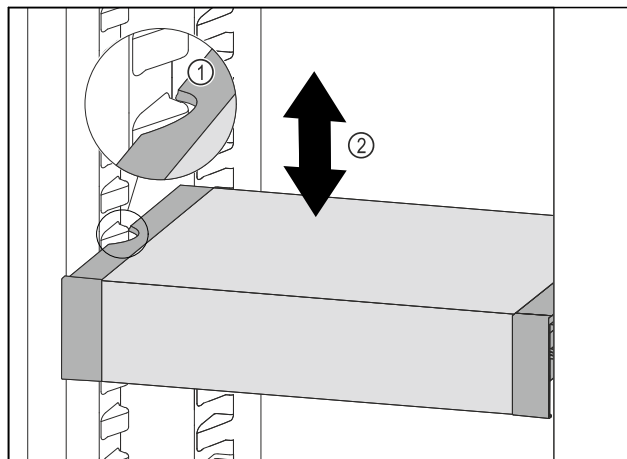

Fig. 96
- ▶ Trageți în față VarioSafe, până când degajările laterale ale VarioSafe se află la înălțimea nervurii recipientului din frigider. Fig. 96 (1)
- ▶ Mișcați în sus sau în jos VarioSafe în frigider, până când este atinsă înălțimea dorită. Fig. 96 (2)